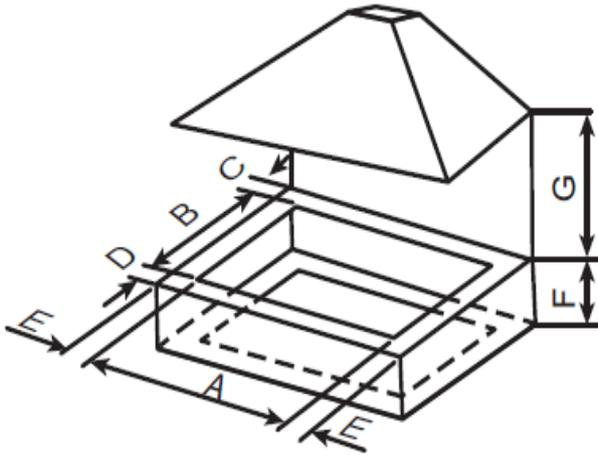

Abb. 4
- Das Kochfeld kann an jeder Arbeitsplatte mit einer Stärke von 40 bis 50 mm befestigt werden. Es sollte keine überhängende Fläche oder Dunstabzugshaube näher als 750 mm an dem Kochfeld angebracht werden. Befestigen Sie diese wie in Abb. 4. Bei der Montage einer 600 mm Überbrückungseinheit über dem 700 mm Kochfeld können die Seiten benachbarter Schränke kleiner als 760 mm sein, bis zu 334 mm, sofern sie beständig gegen Hitze und Dampf sind. Das Kochfeld verfügt über eine spezielle Dichtung, die das Eindringen von Flüssigkeit in das Gehäuse verhindert. Befolgen Sie diese Anweisungen, um diese Dichtung korrekt anzuwenden: